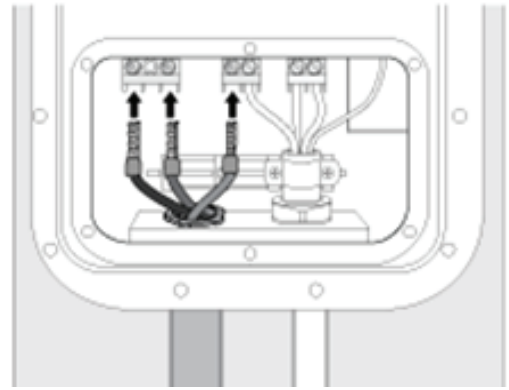

Figure 4-6.
9. Voir Figure 4-6. Utilisez un fil de cuivre approprié pour les connecteurs de type cosse à anneau ou à fourche à l'extrémité du conducteur avant de les brancher sur les blocs de jonction. Laissez assez de jeu dans le câble pour faciliter l'installation. Branchez chaque cosse au connecteur d'entrée du bloc de jonction correct dans le compartiment et serrez à un couple de 2,2 N·m.